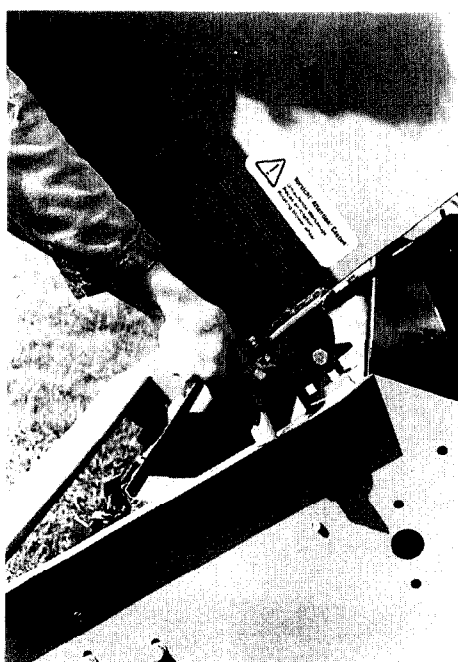

fig. 8
- Fastgør sikringsstøttearmen (Fig. 8)